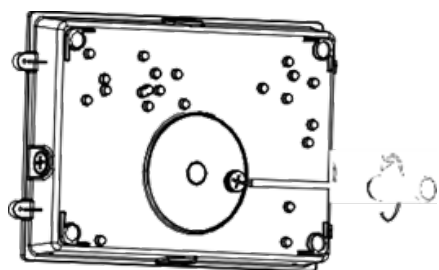

Fig. 1-3A
3. Remove the plug on the back of the fixture (Fig 1-3A). Pull the wiring through exposed hole and secure the back housing to the junction box onto the wall (Fig 1-3B).
3. Retirer le capuchon à l'arrière du luminaire (Fig. 1-3A). Acheminer les fils dans le trou percé et rattacher le boîtier arrière dans la boîte de jonction sur le mur (Fig. 1-3B).